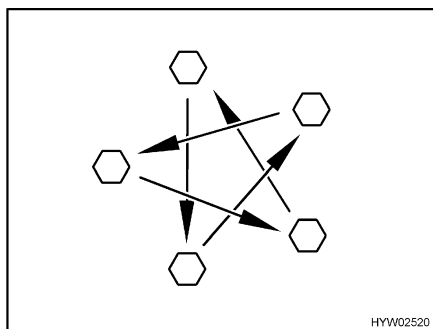

Bild 87 Dra åt hjulmuttrarna eller hjulbultarna korsvis
- Kontrollera regelbundet att hjulmuttrarna eller hjulbultarna är ordentligt åtdragna. Om du har bytt däck ska hjulmuttrarna eller hjulbultarna dras åt korsvis efter 5 mils körning (Bild 87).